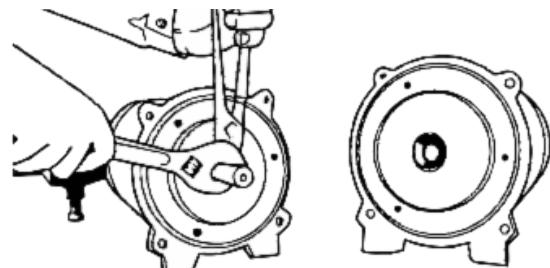

Figura 13: Retire el venturi
4. En los modelos de 1/2 HP, sostenga el impulsor con pinzas y desenrosque el tubo venturi. En los modelos de 3/4 y 1 HP, el tubo venturi se enrosca en la carcasa de la bomba (figura 13).